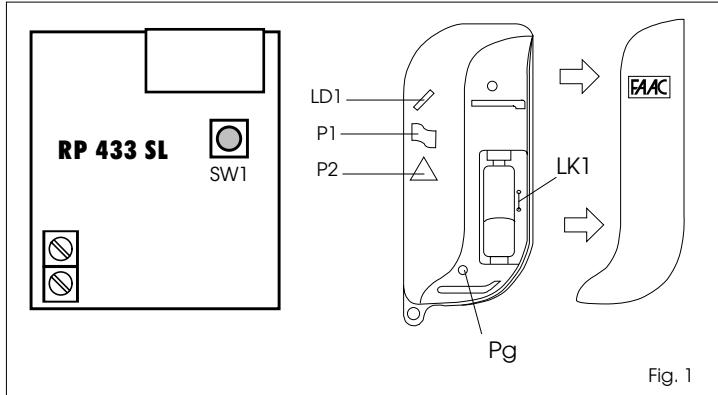

Fig. 1
- 4) Die Aktiviertaste P des Senderkanals zur Code-Selbstlernfunktion (Abb. 1) loslassen.
- 5) Die Aktiviertaste P des Mustersenderkanals (Abb. 1) loslassen.
Um den Sendercode vor unbefugter Duplikation zu schützen, kann der Jumper LK1, der in allen Sendern vorhanden ist (Abb. 1), entfernt werden.
- 1) Abrir la caja del transmisor, deslizando la tapa como ilustra la fig.1, para acceder al botón de generación del código (Pg).